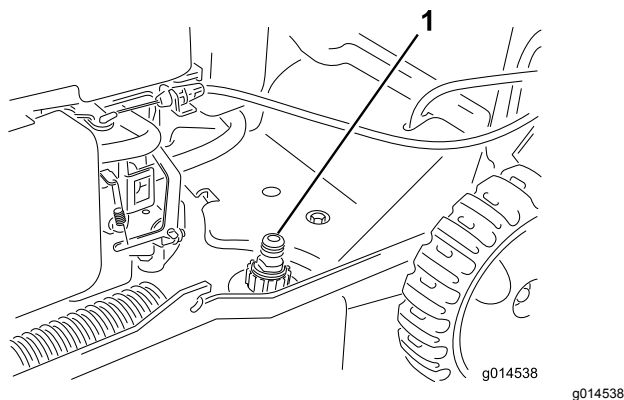

Figure 22
3. Branchez un tuyau d'arrosage, relié à une arrivée d'eau, au raccord de lavage (Figure 22).